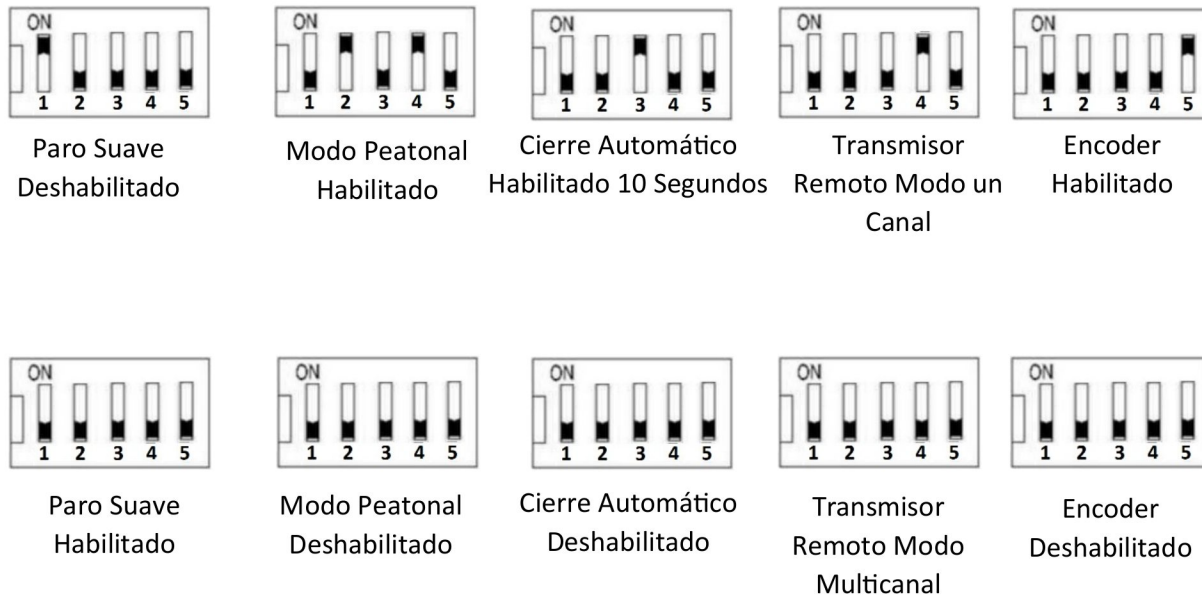

Fig. 17 Configuración de Dip-Switch.
13. Configuración de Dip-Switch de 5 Pines. Ver (Fig.17).